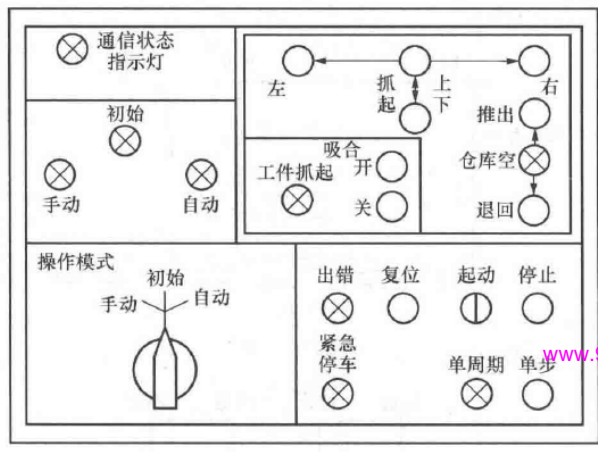

图 3-36 WinCC 操作界面
2) 手动模式。在手动模式下，每个执行器的动作必须按下相应的动作按钮才能实现。若在硬件的操作面板上没有那么多的按钮，如果有条件可以用软件面板来代替。如图 3-36 所示为 WinCC 操作界面。在其右上方为手动模式方式下的操作指示。如果出现错误操作，则执行器被锁定。如抓手不在上位，则抓手不能